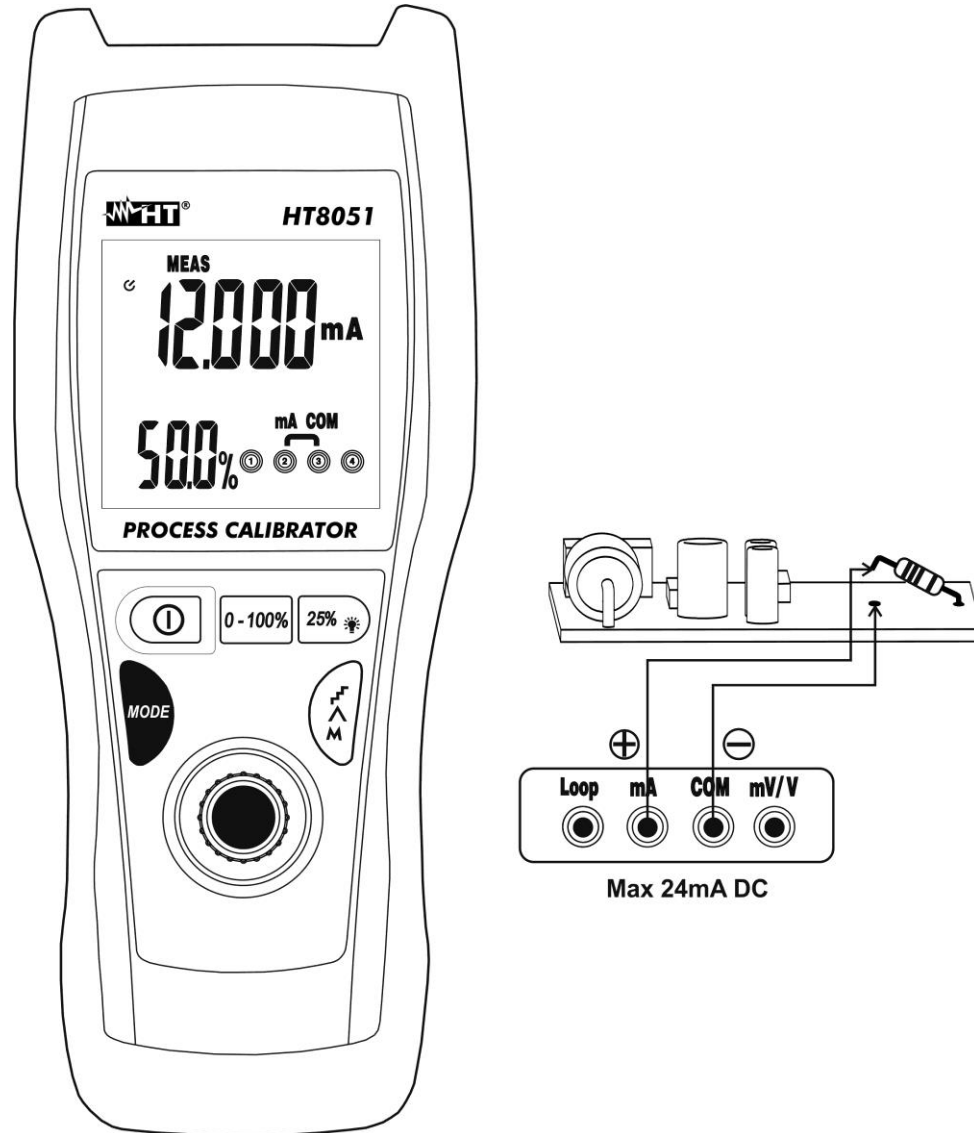

Fig. 5: Medida de Corriente CC
4. Conecte la punta verde y la punta negra en serie con el circuito del que se quiere medir la corriente respetando la polaridad y el sentido de la corriente (vea la Fig. 5)
6. El mensaje "-OL-" indica que la corriente en examen excede el valor máximo medible por el instrumento. El instrumento no realiza mediciones de corriente con polaridad opuesta con respecto a la conexión de la Fig. 5. El valor "0000" se muestra en la pantalla